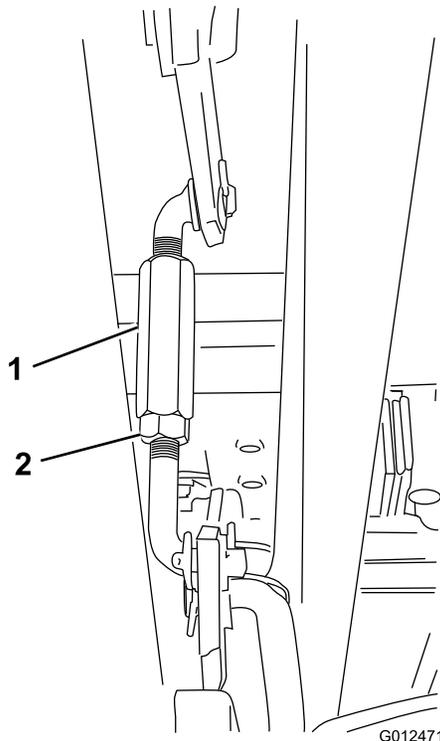

Figura 49
- Allentate il controdado all'estremità del tenditore (sul lato destro della macchina; fate riferimento a Figura 49) e regolate il controdado stesso in modo che la distanza tra la punta anteriore della lama sinistra e la superficie piana sia 55 mm.